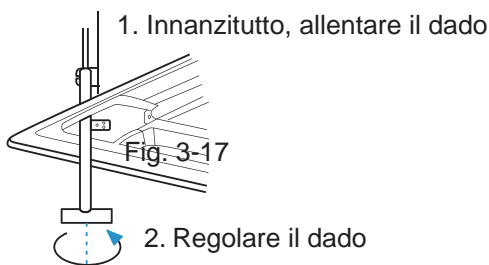

Fig. 3-19
- Per regolare l'altezza dell'Unità Interna, è possibile utilizzare le aperture ai 4 angoli del pannello, se ciò non influisce sul sollevamento e abbassamento dell'Unità e la tubazione di scarico della condensa. Vedi la Fig. 3.19.